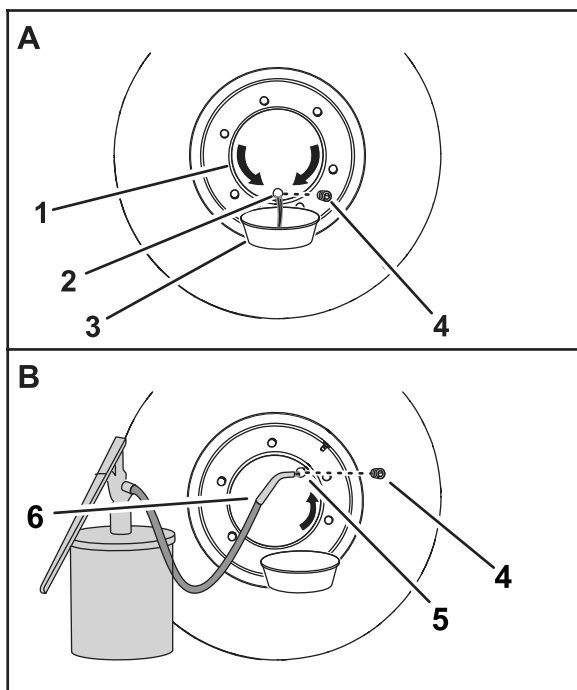

Figura 94
3. Mova a máquina para a frente ou para trás até que o tampão se encontre na posição das 6 horas (Figura 94).
- Coloque um recipiente de drenagem por debaixo da porta de óleo no cubo da roda (Figura 94).
- Retire o tampão e drene o óleo a partir da transmissão planetária (Figura 94).
- Mova a máquina para a frente ou para trás até que o tampão se encontre na posição das 2 horas (Figura 94) ou na posição das 10 horas.